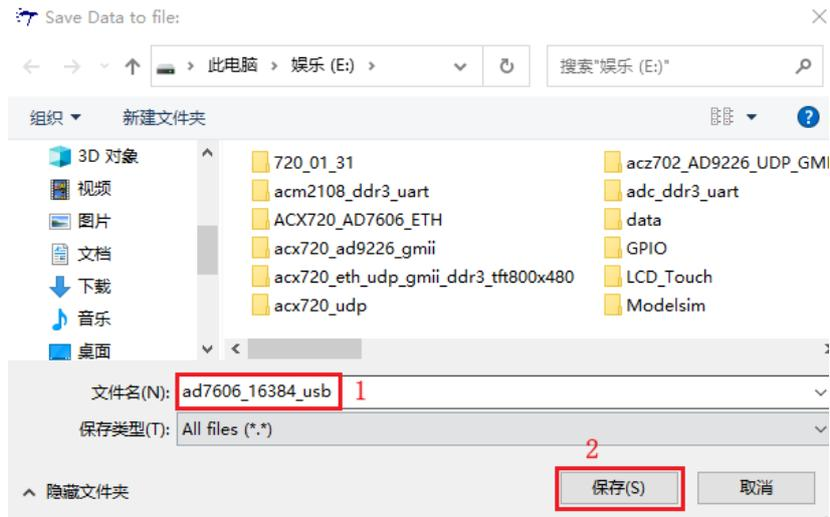

图 1-26 设置文件名称
- 在弹出的文件保存界面中，读者需要设置文件保存的路径并给文件命名，比如我们这里保存在 E 盘并给文件命名为“ad1030_16384_usb”，然后点击保存。如下图 1-26 所示。